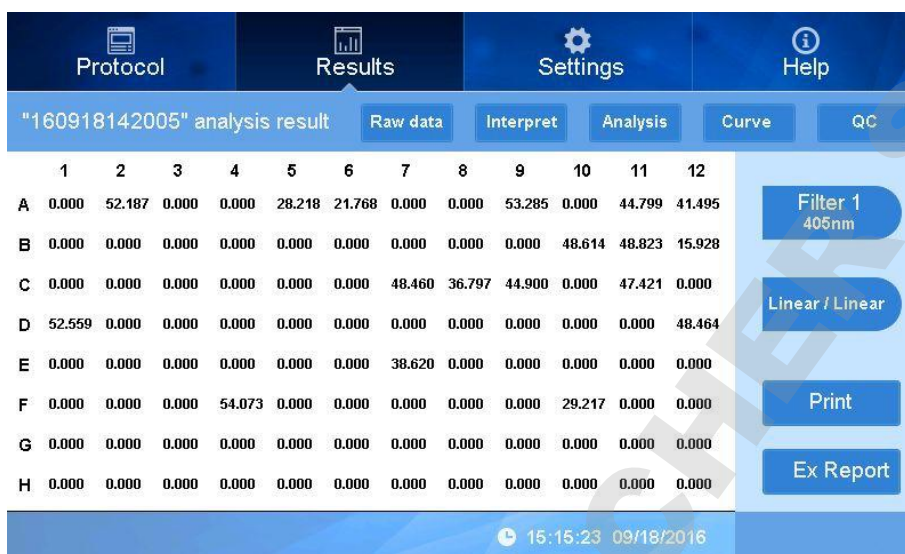

fig 38
- Concentration : Ce programme n'est pas défini avec une mesure cinétique, il est uniquement défini en tant que concentration d'échantillon calculée selon la courbe d'échantillon standard par ajustement courbe. Il existe également des résultats pour les échantillons standard en fonction de la courbe standard, ce résultat est différent de la valeur entrée dans la disposition (Fig 38).